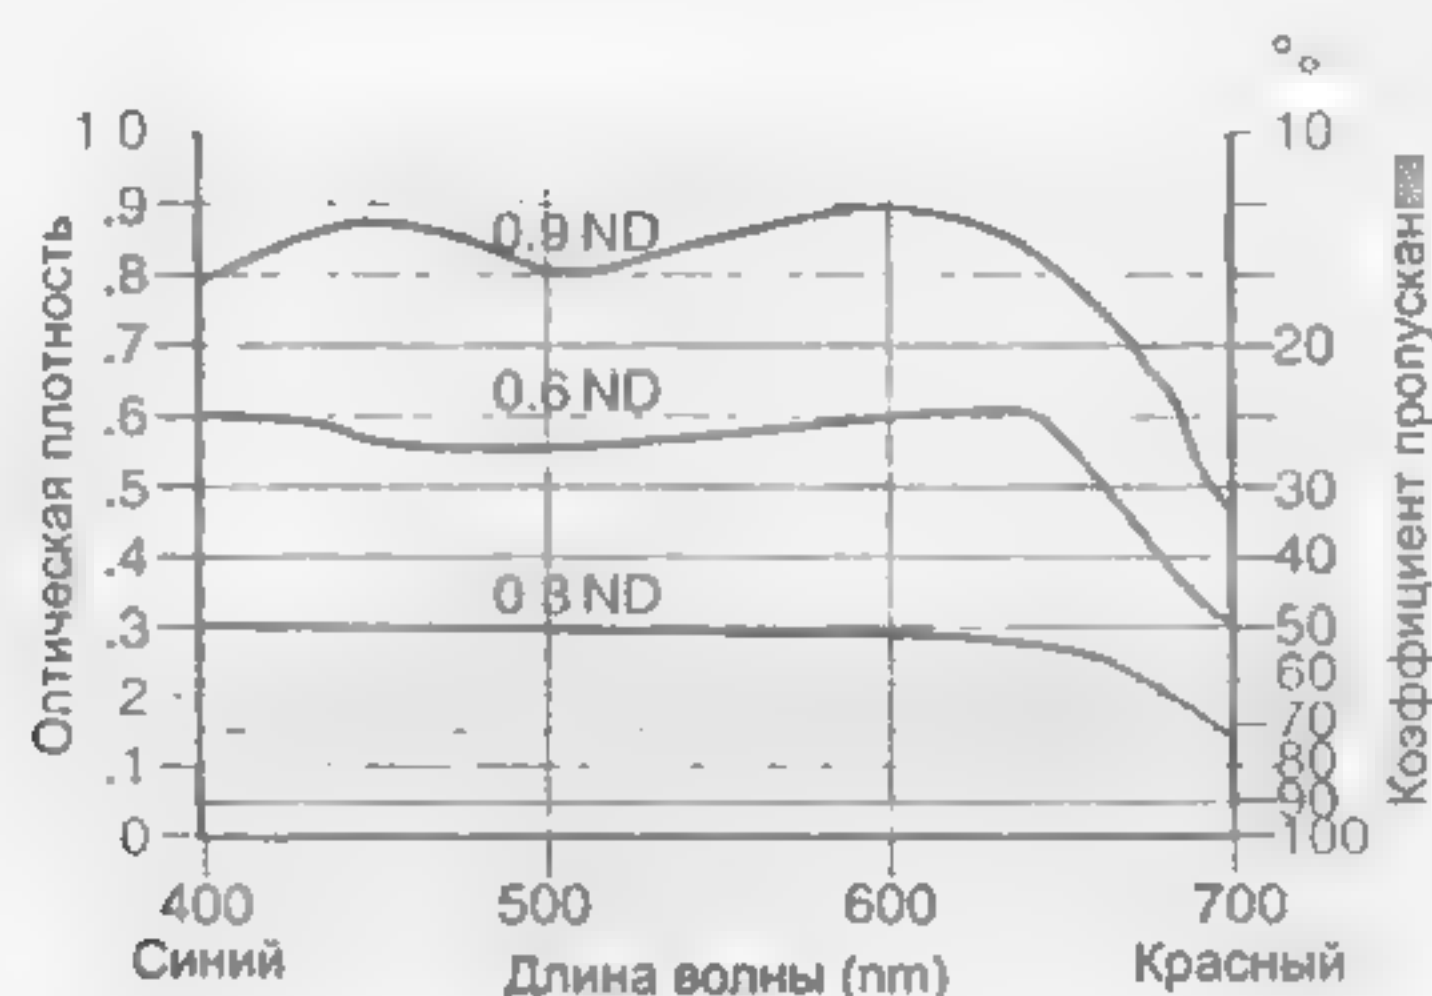

Рис. 6.13 Характеристика типовых ND-фильтров
Нейтральные фильтры (ND) имеют очень небольшое цветовое смещение и просто уменьшают свет одинаково по всему спектру (рис. 6.13). Плотность фильтра определяется формулой: